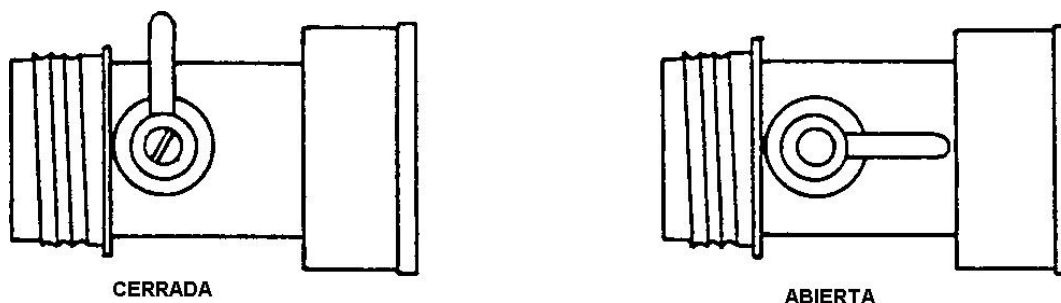

Fig. 5
7. Abra la válvula de entrada de agua para cebar el sistema (Fig. 5). Purgue todo el aire del circuito.